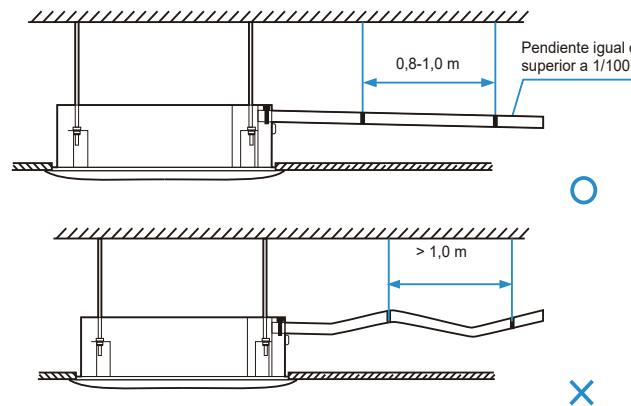

Figura 28
4. Con el fin de evitar el flujo de agua hacia el interior del aire acondicionado cuando la operación se detenga, la tubería de descarga de agua debe inclinarse hacia abajo y hacia el exterior (lado de drenaje) en una pendiente de más de 1/100. Asegúrese de que la tubería de descarga de agua no se hinche ni almacene agua; de lo contrario, causará ruidos extraños. Vea la Figura 28.
5. Cuando conecte la tubería de descarga de agua, no utilice la fuerza para tirar de las tuberías para evitar que las conexiones de las tuberías de succión de agua se aflojen. Al mismo tiempo, establezca un punto de soporte cada 0,8~1 m para evitar que las tuberías de descarga de agua se doblen. Vea la Figura 28.